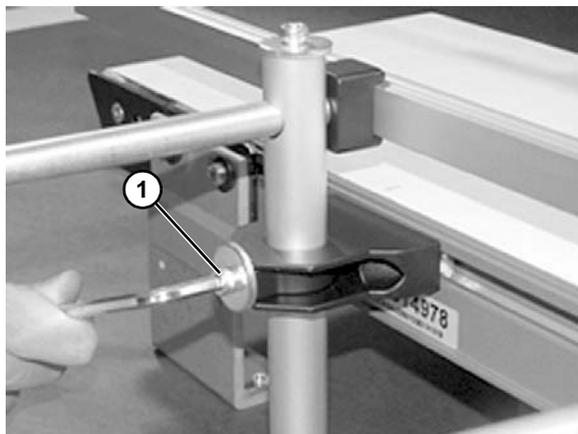

Figure 23
7. Régler la hauteur à l'aide de la vis inférieure (**Figure 23, élément 1**).